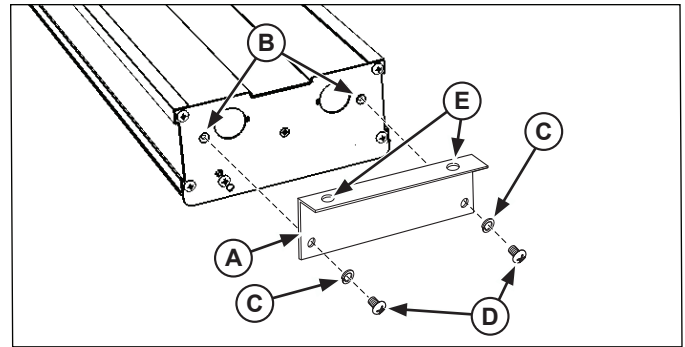

Figura 2. Instalación de los soportes para montaje superior.
2. Afiance el soporte para montaje superior (A) en los orificios de montaje (B) usando arandelas de seguridad (C) y tornillos (D). Repita el procedimiento en el extremo opuesto. Consulte la Figura 2.